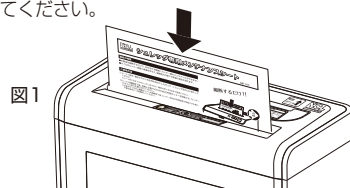
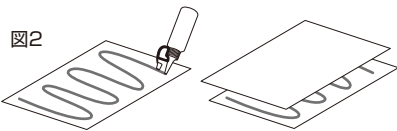

図1 シートに表記されている矢印の向きに従って、1枚投入してください。
図2 ①コピー用紙にオイルを塗ってください。 ②オイルを塗った紙の上に、もう1枚紙を重ねてください。
- 細断能力が低下し、頻繁に細断くずがつまるような場合は、シュレ ッダ専用メンテナンスシートを右の図1のように細断するか、ボトル入りの専用オイル(ISO-030)を図2のように準備し、そのまま細断してカッター部をお手入れしてください。